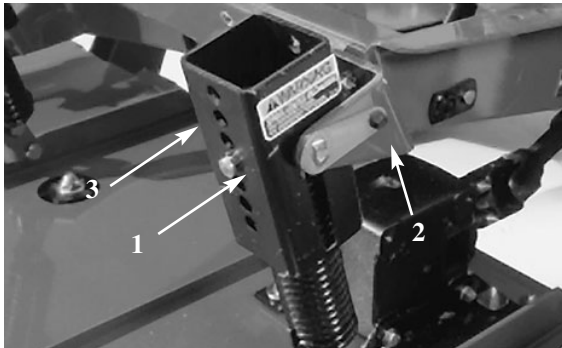

Figure 12
2. Désaccoupler les ressorts de compensation de l'unité de déplacement, enlever les goupilles de blocage des supports, séparer les ensembles de tension des ressorts des supports et les poser sur l'unité de coupe. Enfoncer légèrement les goupilles de blocage dans les supports pour éviter de les perdre (Fig. 12).